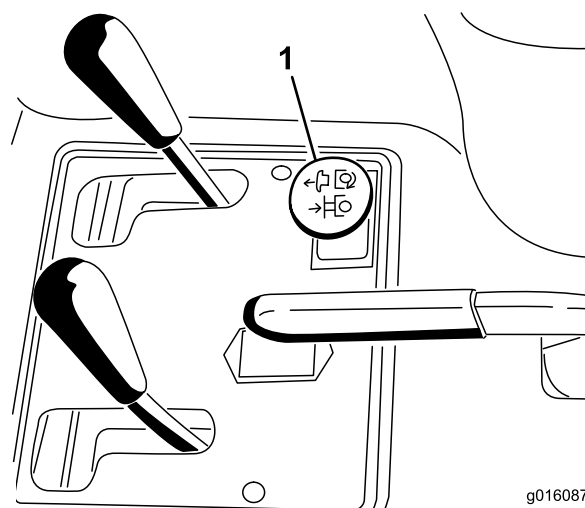

Figura 19
3. Innestate la lama tirando la manopola di comando dell'impianto idraulico remoto (Figura 19).
- Disinnestate la lama premendo la manopola di comando dell'impianto idraulico remoto (Figura 19).